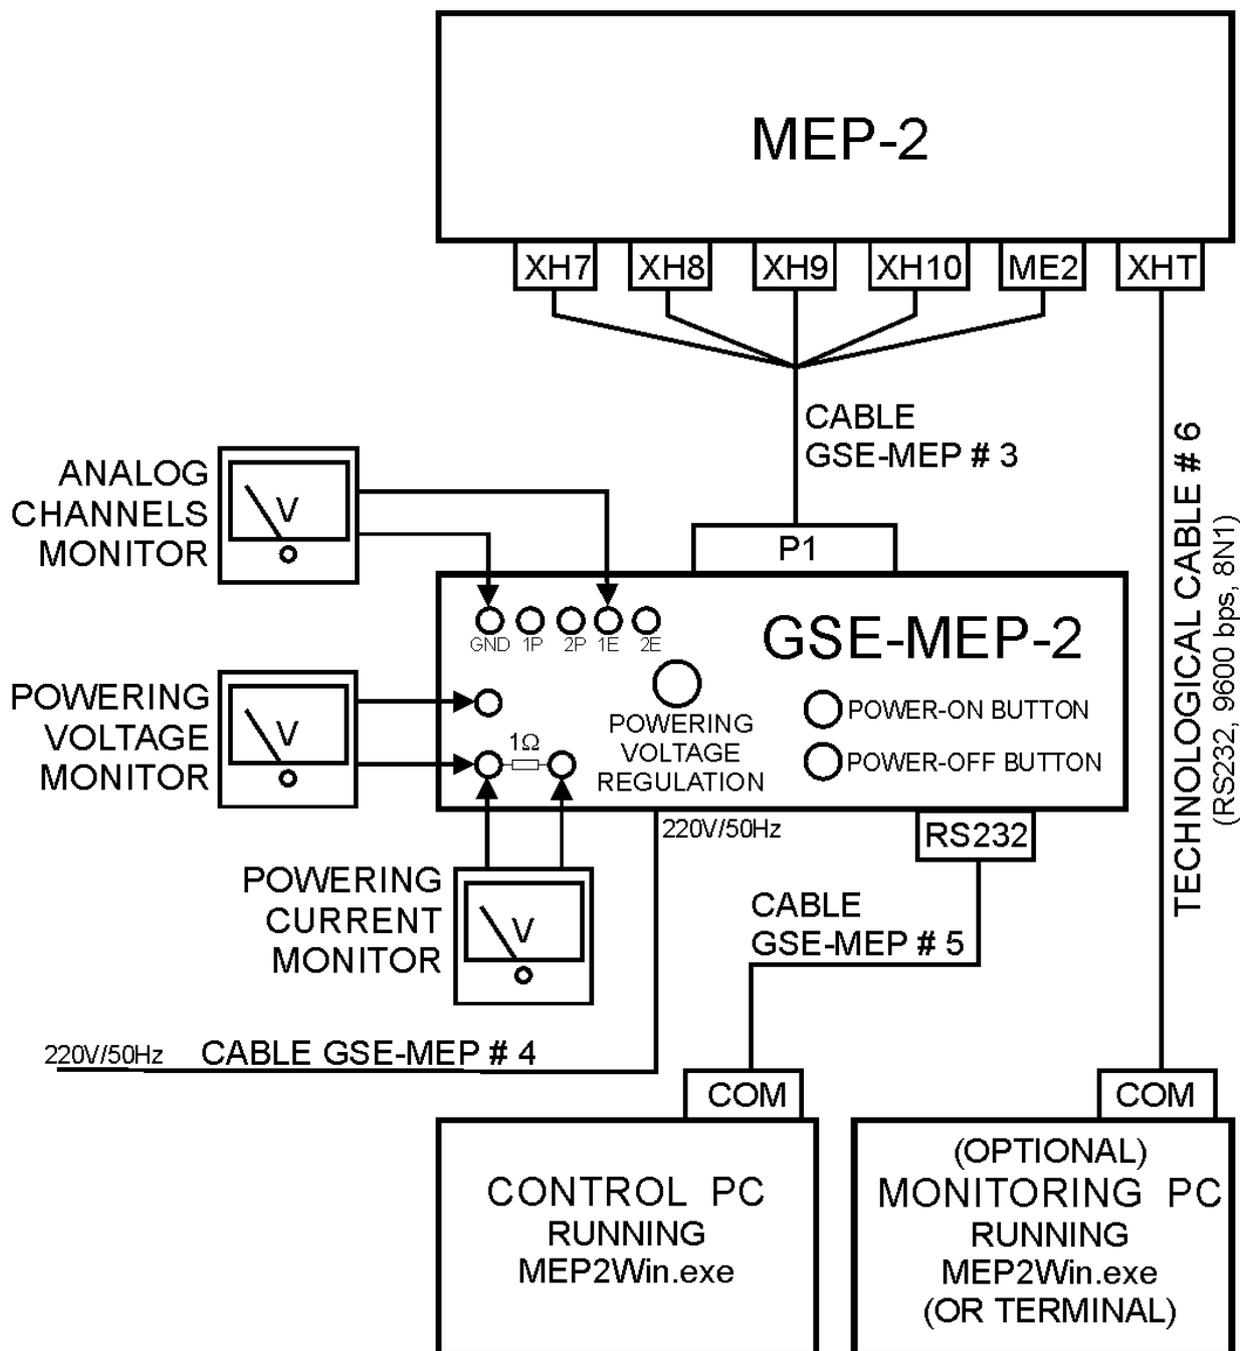

Рис.2. Схема соединений для проведения автономных испытаний прибора МЭП-2
1. Собрать рабочее место автономных испытаний согласно схеме рис.2.